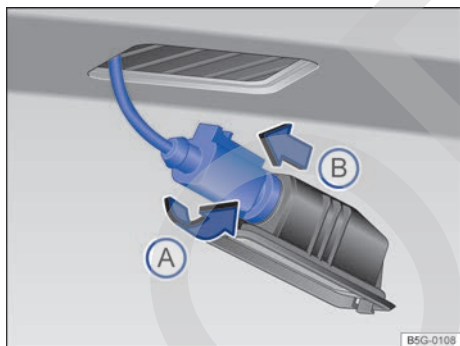

Fig. 200 Luz de matrícula: desmontaje del portalámparas.
- 4 Gire el portalámparas en el sentido de la flecha → fig. 200 (A) y extráigalo junto con la lámpara en el sentido de la flecha (B).
- 6 Coloque el portalámparas en la unidad de iluminación y gírelo en el sentido contrario al de la flecha (A) hasta el tope.